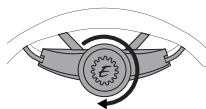
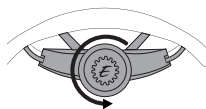

Figure 13a. Resserrer le système de réglage
Figure 13b. Desserrer le système de réglage
3. Si le système de réglage est trop lâche, faites tourner la molette dans le sens des aiguilles d'une montre pour le resserrer (Figure 13a). Si le système de réglage est trop serré, faites tourner la molette dans le sens contraire des aiguilles d'une montre (Figure 13b).